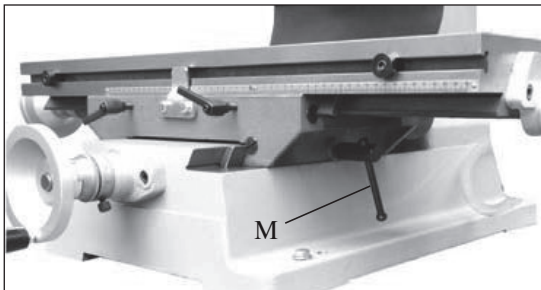

Bild 9.1
2. Lås bordet med hjälp av de två låsspakarna (L-fig. 9) för Y-axeln samt låshandtaget (M-fig. 9.1) för X-axeln. Vrid medurs för att låsa och moturs för att låsa upp.